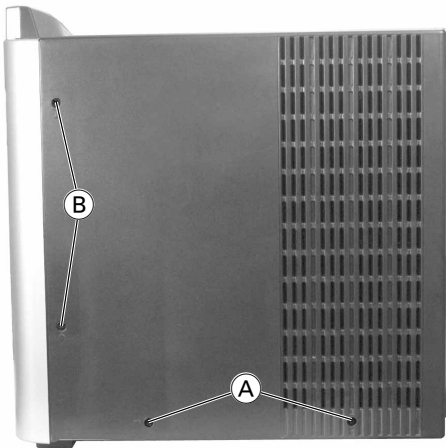

Fig. 1
- 5 Schrauben **A** (Fig. 1, 2, 3) herausdrehen.
- 8 Schrauben **B** (Fig. 1, 2, 3) herausdrehen.
- Undo 5 screws **A** (Fig. 1, 2, 3).
- Undo 8 screws **B** (Fig. 1, 2, 3).